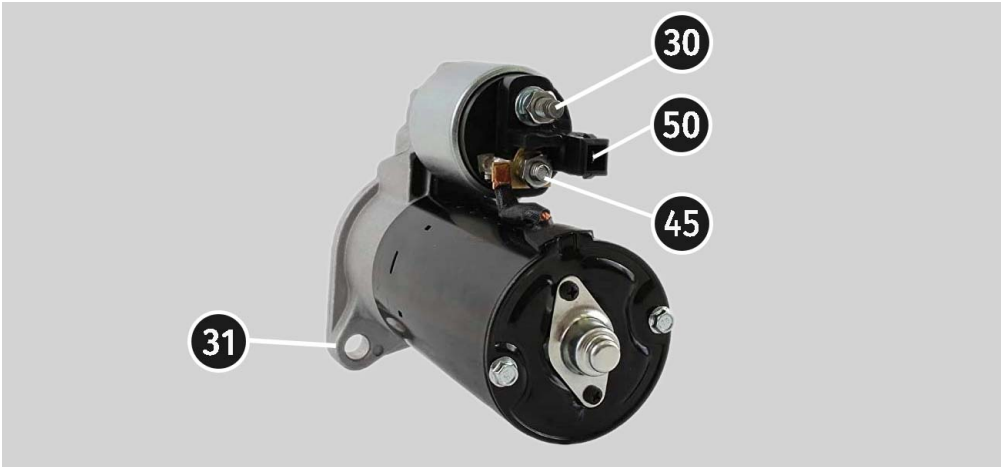

Рисунок 25. Розташування клем на стартері
3. Роз'єм стенда "50" кабелем під'єднайте до керуючого виводу соленоїда стартера клемма 50, див. рис. 25.
4. Провода універсального діагностичного кабелю K30 і K45 під'єднайте до відповідних клем стартера, див. рис. 25.